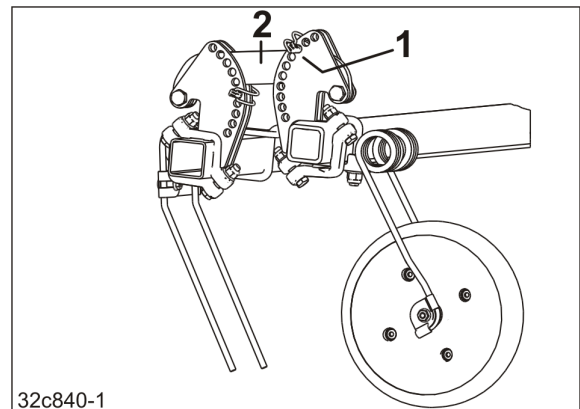

Fig. 196
3. Die Arbeitstiefeneinstellung der Striegelzinken erfolgt durch Abstecken des Rohrklappsteckers (Fig. 196/1)
- o oberhalb des Lenkers (Fig. 196/2),
Die Arbeitstiefe wird größer, je tiefer der Rohrklappstecker (Fig. 196/1) im Verstellsegment abgesteckt wird.